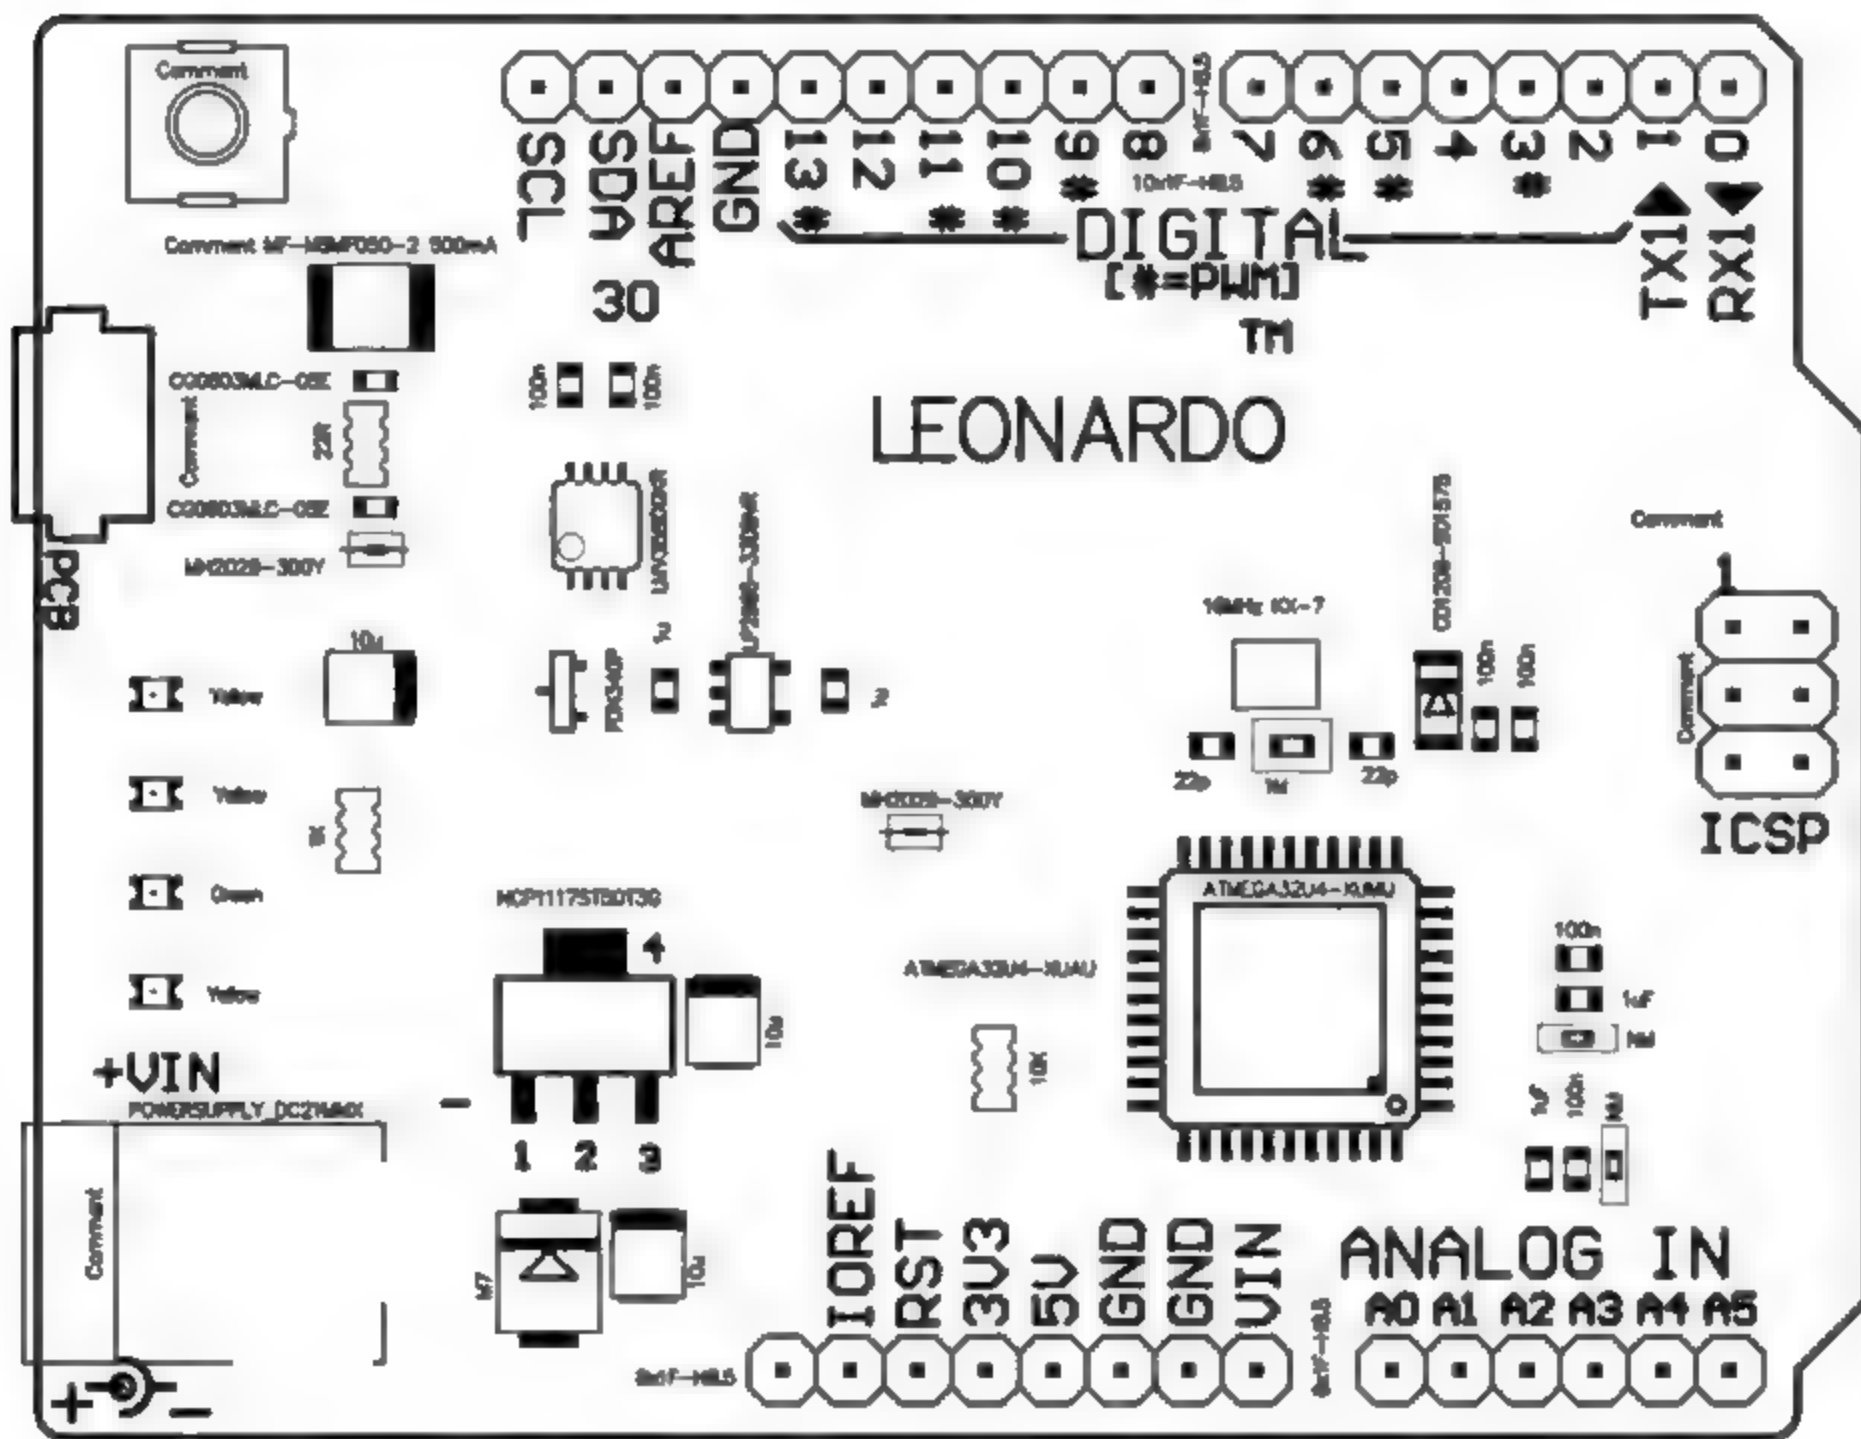

图 6-39 阻值图输出效果
(3) 输出阻值图,即输出元件注释,方法与输出位号一致。最终输出效果如图 6-39 所示。